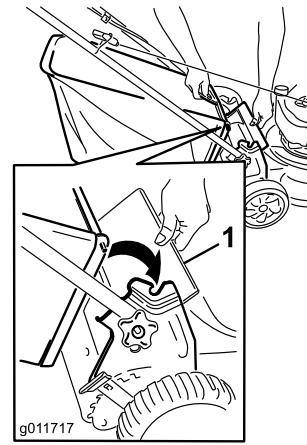

Рисунок 19
2. Вставьте ручку мешка для травы в прорези на кронштейнах для ручки (Рисунок 19).
- Поднимите задний отражатель (Рисунок 19).